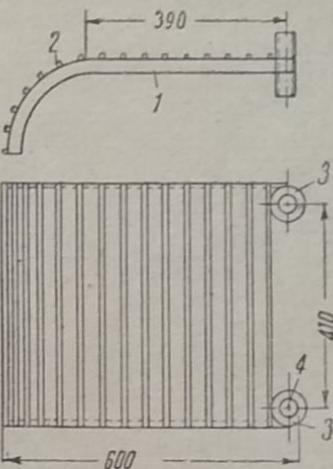

Рис. 5. Ограждение ребрового станка
Данное ограждение полностью устранило несчастные случаи при работе на маятнике. На рис. 5 показано ограждение ребрового станка. Это ограждение состоит из железного каркаса (1), по которому укреплены железные прутья (2) диаметром в 12 мм. Каркас имеет две втулки (3), которые надеваются на стойки (4). Эти стойки имеют резьбу, благодаря которой возможно регулировать высоту ограждения в зависимости от пропускаемого материала.